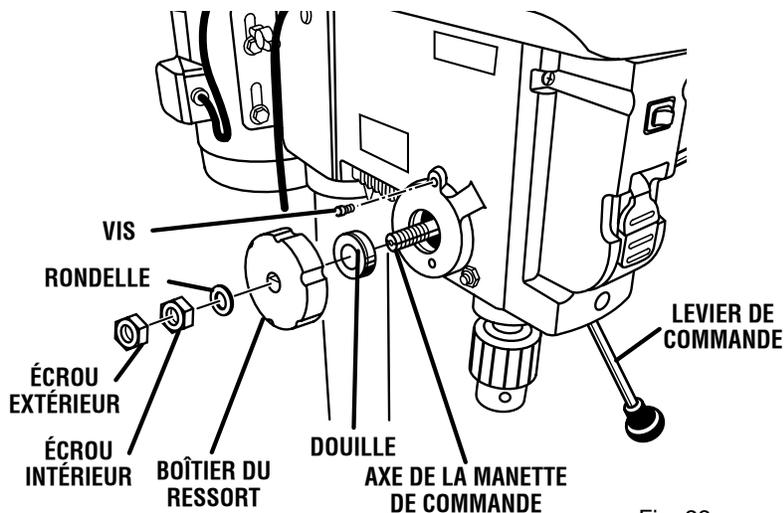

Fig. 23
Voir les figures 23 à 27.
- Maintenir fermement de boîtier du ressort, de façon à ce qu'il reste engagé sur le boulon de 4 mm. Retirer les deux écrous et rondelles de l'axe du mécanisme de commande. Voir la figure 23.